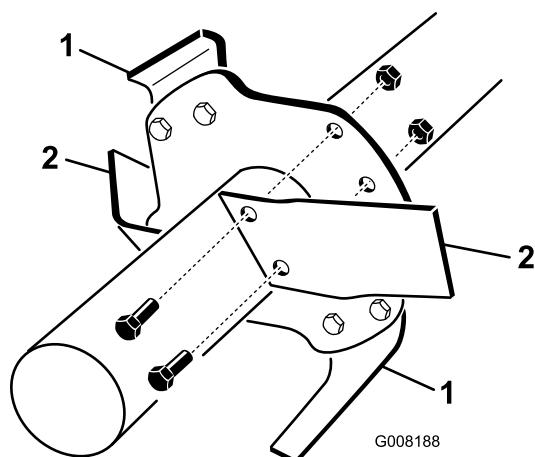

Bild 13
5. Entfernen Sie die alten Tines einzeln und setzen neue ein (Bild 13).